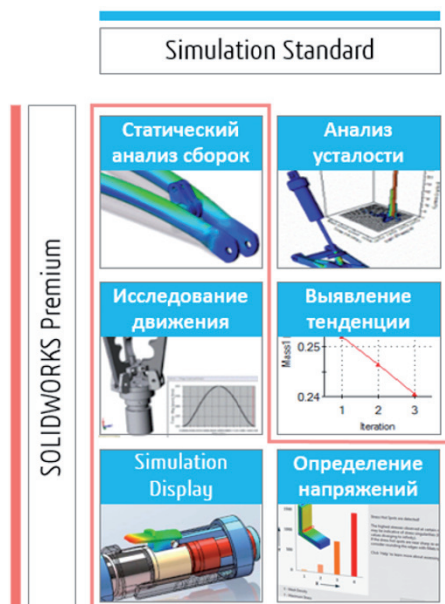

Рис. 2
2. В SOLIDWORKS Simulation Standard доступен анализ тенденций, то есть построение зависимостей в результатах различных повторов статического исследования. Например, меняя нагрузку, можно отслеживать напряжение, перемещение и т.д. (рис. 2).